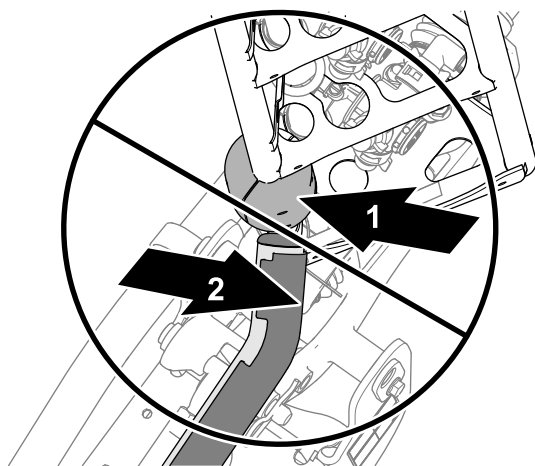
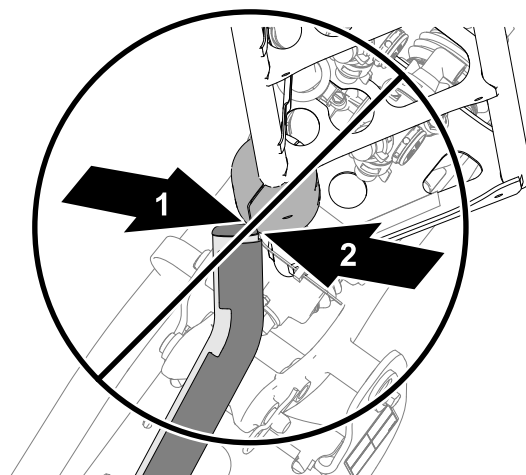
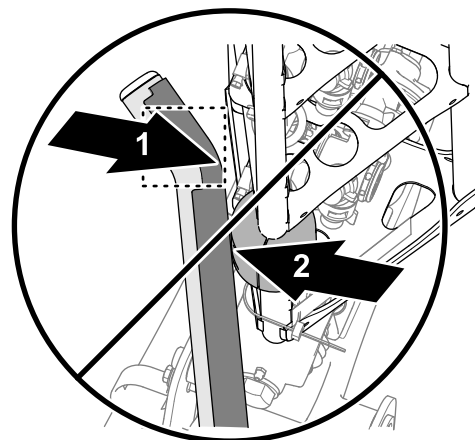

図 6
図 7
図 8
5. もしどちらかの上側クレードルチューブの調整がスライドブロックに合っていない 図 6や図 7や 図 8場合には、クレードルの位置調整を行う **クレードルとブームを整列させる (ページ 75)**を参照。